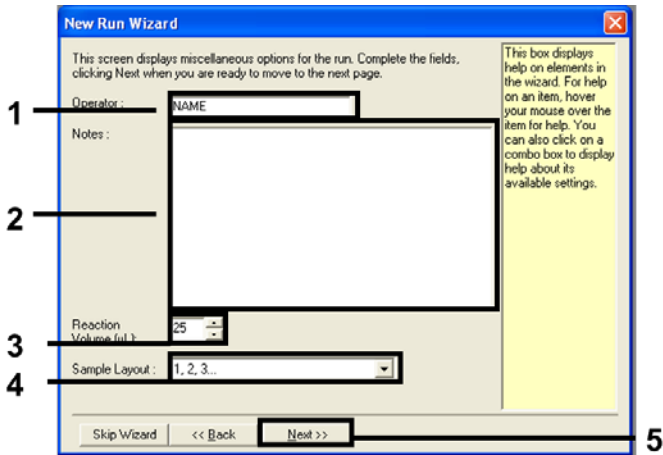

Abbildung 2. Eingeben des Bedienernamens und des Reaktionsvolumens
4. Geben Sie den Namen des Bedieners ein. Geben Sie ggf. Anmerkungen ein und wählen Sie für Reaktionsvolumen den Wert 25 aus. Vergewissern Sie sich, dass für die Werte im Feld „Sample Layout“ (Probenkonfiguration) 1, 2, 3... ausgewählt ist. Klicken Sie auf Next (Weiter) (Abbildung 2).